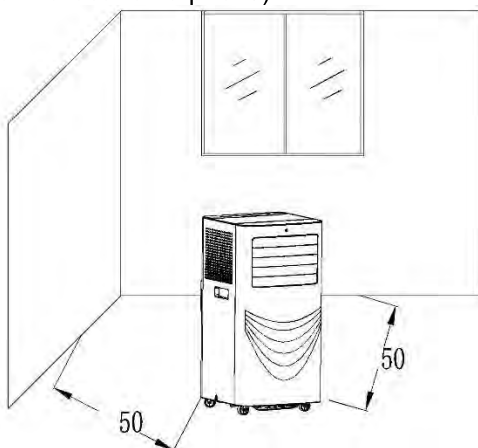

Рис. 5
1) Поместите прибор с установленным вытяжным шлангом перед окном. Расстояние между корпусом прибора и стенами или другими объектами должно быть не менее 50 см (как показано на рис. 5).